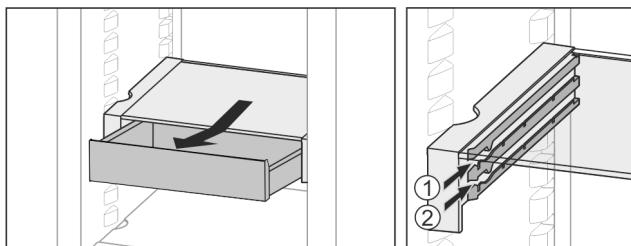

Fig. 60
- Вставити на будь-який висоті Fig. 60 (1) або Fig. 60 (2).